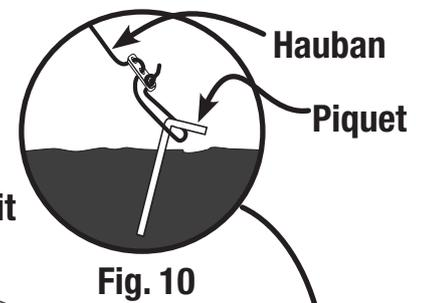

Fig. 10
- Attachez et ancrez les haubans. (Fig. 10)